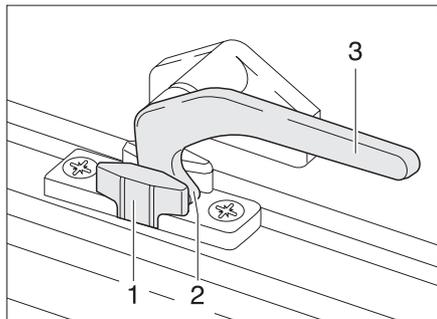

Fig. 26 Levier de verrouillage en position "Aération permanente"
- En position "Aération permanente" (Fig. 26)
- ▶ Tourner le levier de verrouillage (Fig. 26,3) d'un quart de tour vers le centre de la fenêtre.
- ▶ Tourner le levier de verrouillage d'un quart de tour vers le cadre de la fenêtre. Le tenon de verrouillage (Fig. 26,2) doit pénétrer alors dans le logement prévu à cet effet dans le verrouillage de fenêtre (Fig. 26,1).